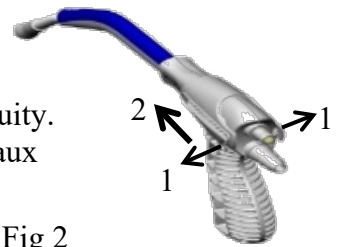

Fig 2
12. Pour retirer la poignée-pistolet, écarter les languettes à l'extrémité proximale (1) de la poignée-pistolet pour la libérer et faire glisser la poignée-pistolet distalement (2) vers le bas du dispositif pour la retirer. (Fig 2).